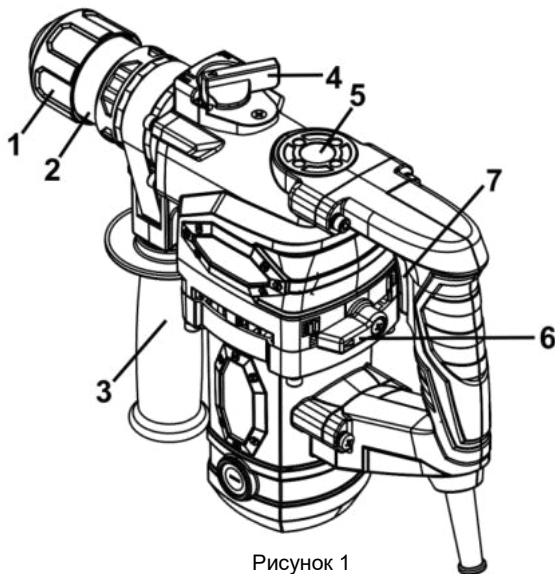

Рисунок 1
4.2 Для увімкнення виробу натисніть на курковий важіль перемикача (7) (рис.1). Для відключення виробу слід курок відпустити.